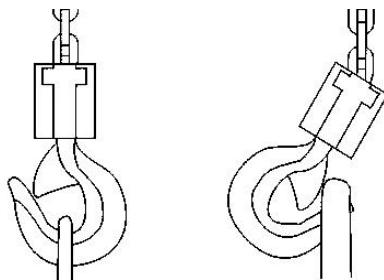

Рис. 7
- Подцепите груз на крюк, обеспечив фиксацию предохранительной щеколды (См. Рис. 7).